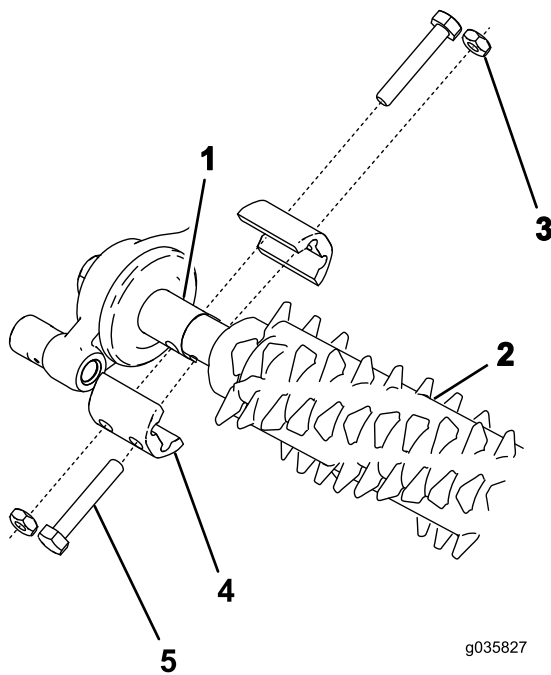

図 14
- グルーマアセンブリを、グルーマ駆動ボックスのスタブシャフトとアイドルアセンブリとにセットする 図 14。
3. 図 14のように、グルーマをマシンに取り付けるボルト $\frac{1}{4} \times 1\frac{1}{2}$ " 4本、ジャムナット4個、シャフトクランプ4個を使用する。